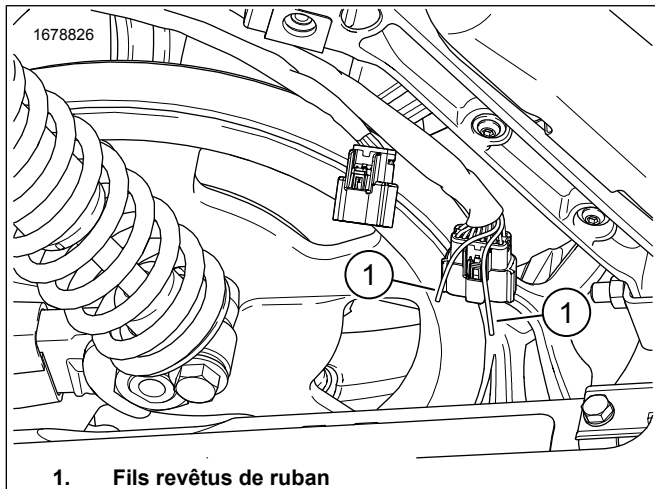

Figure 2. Fils de sacoche
2. Figure 2 Localiser Équipement d'origine (Équipement d'origine) le connecteur 16 voies [C288B_1].